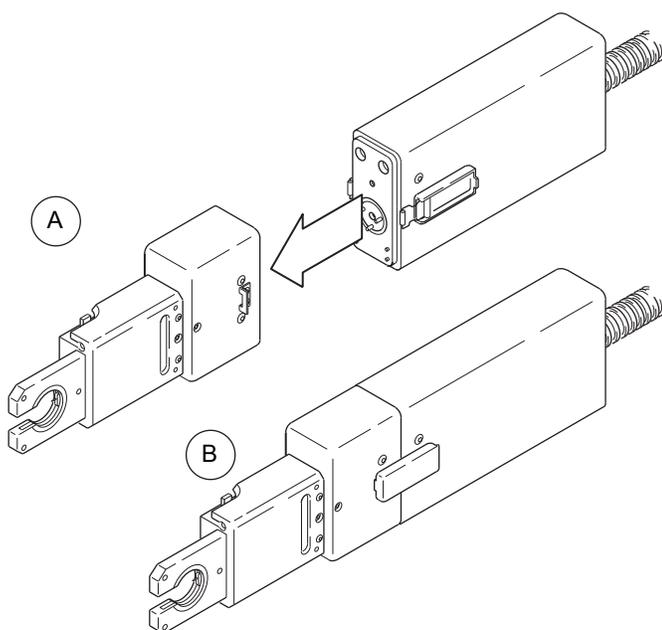

図 6: ウェルド・ヘッドとモーター・モジュールの接続
4. マイクロ・ウェルド・ヘッドをモーター・モジュールにしっかりと押し込み、両側にある 2 個のラッチでアセンブリーを固定します(図 6 の A および B)。